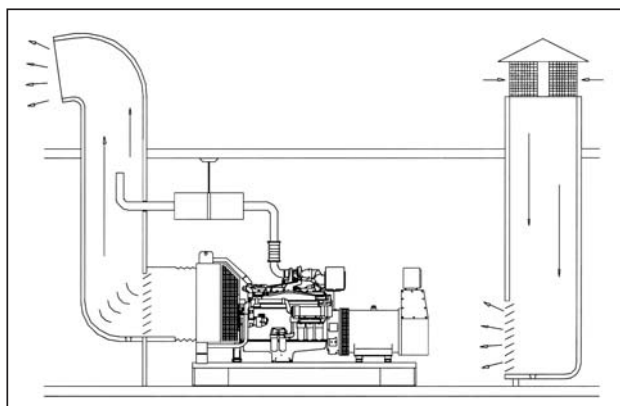

Рисунок 5.4 Воздушная вентиляция
Генератор переменного тока двигателя и выхлопные трубы выделяют тепло, которое может вызвать чрезмерное повышение температуры с отрицательными последствиями для работы электростанции. Поэтому важно обеспечить достаточную вентиляцию для охлаждения двигателя и генератора переменного тока. Как показано на рис. 5.4, для достижения требуемого потока воздуха необходимо, чтобы воздух поступал со стороны генератора переменного тока электростанции, проходил через двигатель, радиатор и выходил из помещения по гибкому вытяжному воздухопроводу. Без каналов для отвода горячего воздуха из помещения вентилятор будет втягивать горячий воздух вокруг радиатора и назад через него, тем самым, снижая эффективность охлаждения.
(См. рис. 5.4 - 5.5)
- ! Следует использовать гибкую вставку между выпускным коллектором и системой труб для предотвращения передачи вибрации двигателя на трубы и здание и с учетом возможности теплового расширения и небольшой несоосности труб. (См. рис. 5.4).